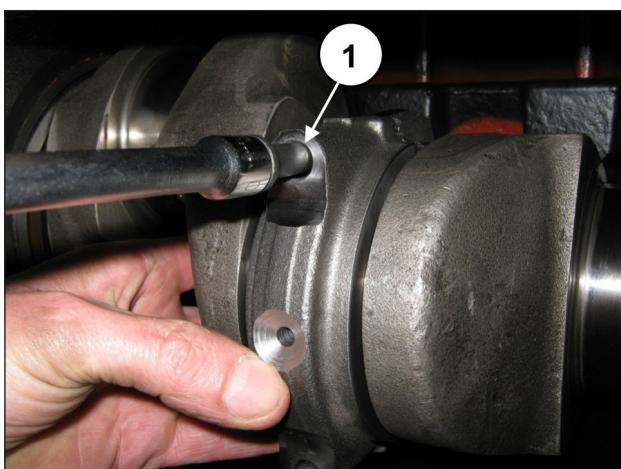

Fig. 70
Fijar los sombreretes a las semibilelas con los tornillos M10x1,5x80 (pos. ①, Fig. 70).